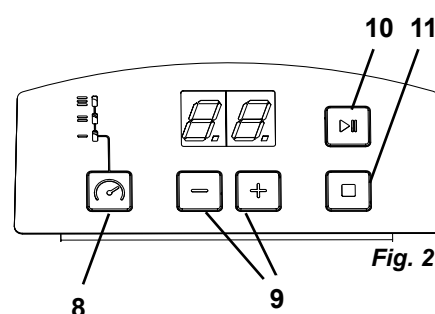

Fig. 2
⇒ Régler le temps de nettoyage avec la touche + / - (9, Fig. 2) (réglage de 0 à 30 min.).
⇒ Sélectionner/régler l'intensité à l'aide de la touche de sélection (8, Fig. 2).
⇒ Démarrer le processus de nettoyage en appuyant sur la touche Start / Pause (10, Fig. 2).
- Il peut-être mis fin au processus de nettoyage à tout moment en appuyant sur la touche Stop (11, Fig. 2) avant l'expiration du temps de nettoyage.
⇒ Terminez le processus de nettoyage en appuyant sur la touche Stop (11, Fig. 2).